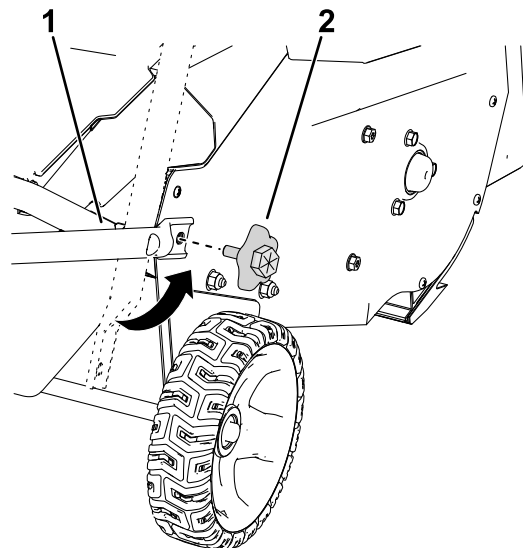

Bild 6
5. Setzen Sie den unteren Holm an seine Position und bringen Sie die unteren Griffknöpfe an, wie in Bild 6 dargestellt.